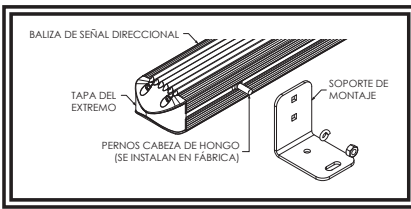

Figura 1
**Montaje en superficie horizontal:** Para las siguientes instrucciones, consulte la figura 1.